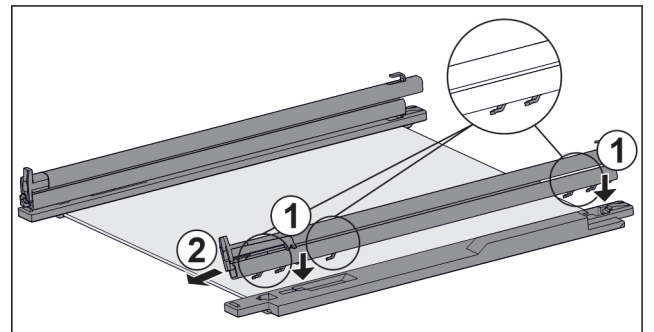

Fig. 129 带轨道和固定件的玻璃隔板
- ▶ 将轨道的挂钩放到左侧固定件的孔上。 Fig. 129 (1)
- ▶ 向前拉轨道。 Fig. 129 (2)
- ▶ 将轨道的挂钩放到右侧固定件的孔上。 Fig. 129 (1)